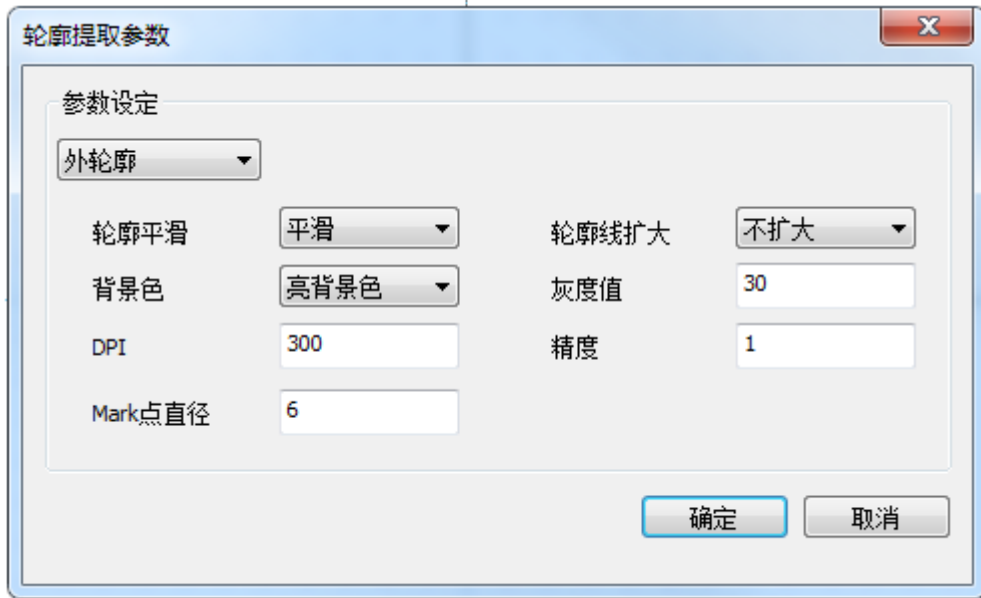

图 31 JPG 轮廓提取参数
- 指定文件后系统会弹出如图 31 所示轮廓提取参数界面，按照图片特性修改参数值